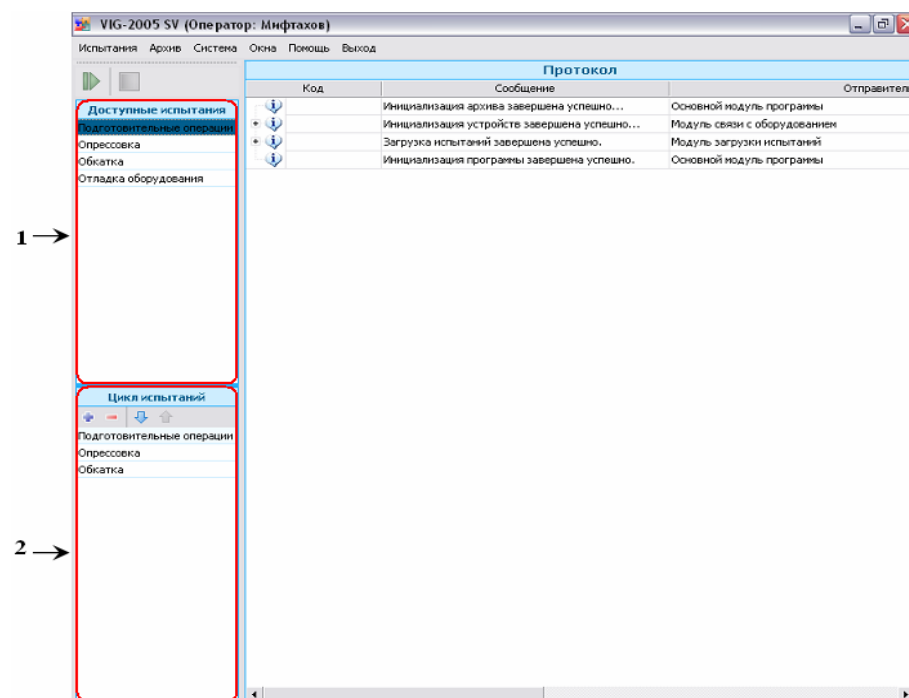

Рисунок 1.18
Раздел основного окна «Доступные испытания» (рис.1.18{1}) представляет собой список испытаний, которые можно провести для рассматриваемого стенда. Список доступных испытаний для различных стендов может отличаться.
Раздел «Цикл испытаний» (рис.1.18{2}) представляет собой последовательность испытаний, составленную из доступных испытаний. Цикл испытаний составляется оператором или задается программным путем.
1. В разделе «Доступные испытания» (рис.1.18{1}) с помощью мыши выделите требуемое испытание (например «Снятие характеристик»).
2. Добавьте испытание в цикл испытаний двойным щелчком мыши или нажатием кнопки  на функциональной панели раздела «Цикл испытаний» (рис.1.18{2}) или нажатием клавиши [Insert].
1. В разделе «Цикл испытаний» (рис.1.18{2}) с помощью мыши выделите требуемое испытание.
2. Для исключения испытания из цикла нажмите кнопку  на функциональной панели раздела «Цикл испытаний» (рис.1.18{2}) или нажмите клавишу [Del] на клавиатуре, или два раза щелкните левой кнопкой мыши.
- Для того, чтобы выстроить испытания в требуемом порядке в разделе «Цикл испытаний» (рис.1.18{2}) выделите требуемое испытание и нажмите кнопку  либо кнопку  на функциональной панели раздела. При нажатии данных кнопок запись будет перемещаться соответственно на уровень ниже или выше.